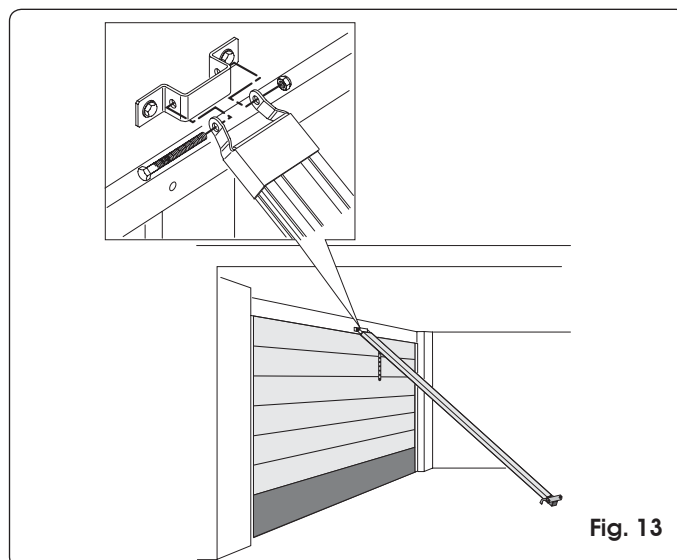

Fig. 13
- 7) Levante la guía del empalme anterior y ensamble éste último con la brida de fijación, utilice para ello el tornillo pasante y la tuerca (Fig. 13).